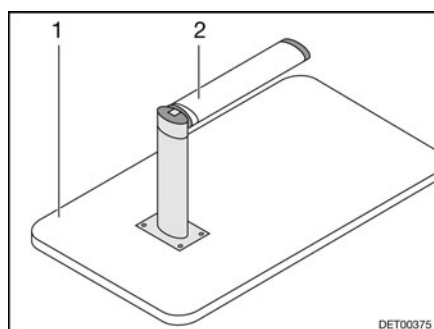

Fig. 58 Sommier de lit
- Soulever légèrement le plateau de table (Fig. 58,1) à l'avant d'env. 45°.
- Tirer la partie inférieure du pied de table (Fig. 58,2) vers le bas et le rabattre de 90°.